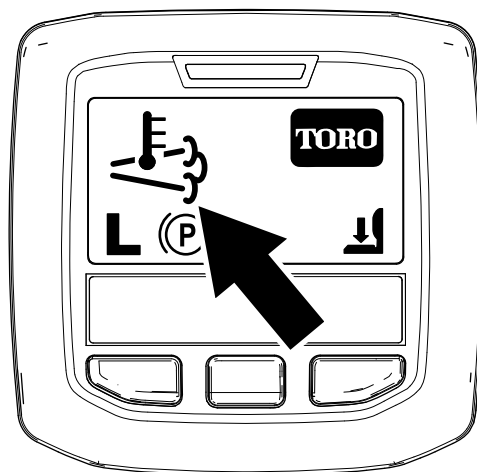

図 36
- インフォセンターには、 排気高温アイコンが表示されます 図 36。